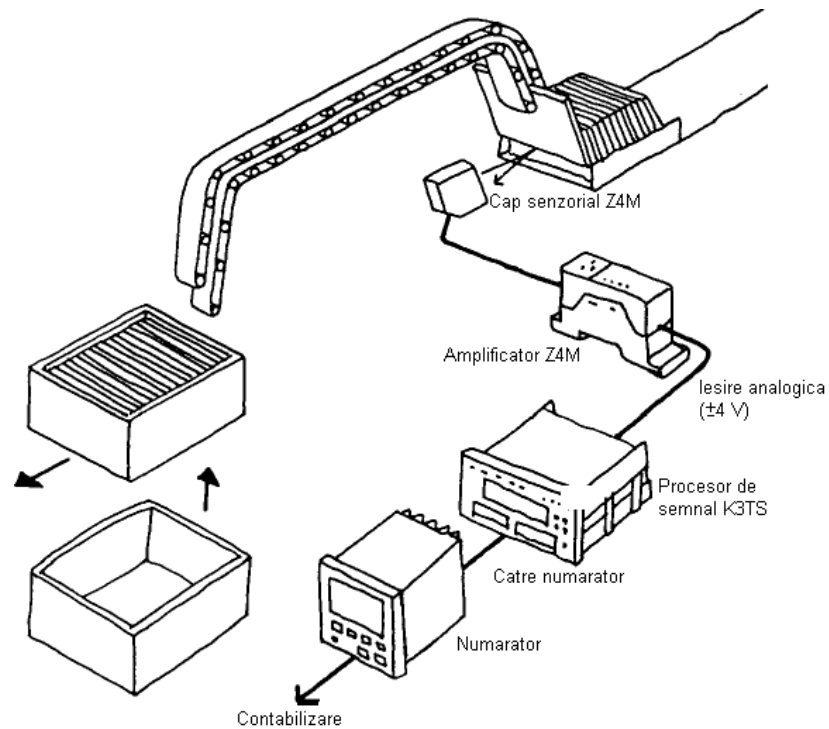

Fig.20
1.9.1. Numărarea foilor de hârtie aplicație (fig.20):